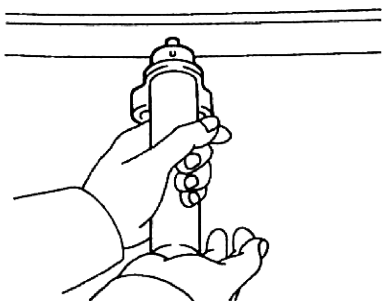

图 1-21 检查张紧器推杆是否移动
2) 如图 1-21 所示,用双手握住张紧器,并用力推推杆,检查并确认其不移动。